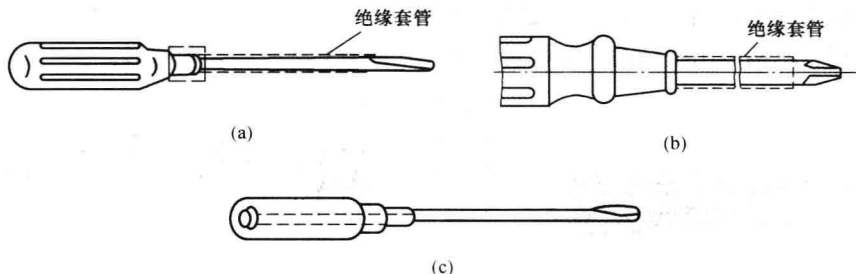

图 1-8 螺钉旋具外形
1) 螺钉旋具（又称螺丝刀、起子）是用于拧紧或拧松螺钉的常用工具。其样式和规格很多，按头部形状有一字型和十字型两种，其外形如图 1-8 所示。